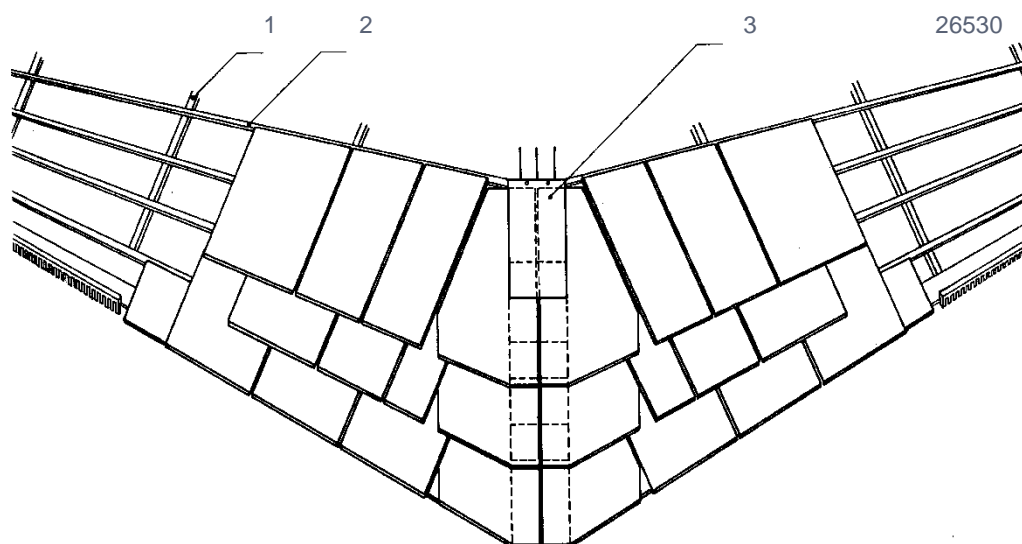

Fig. 13 : Finition d'un arêtier avec des ardoises taillées en biais
- arêtier sans tasseau (Fig. 13)